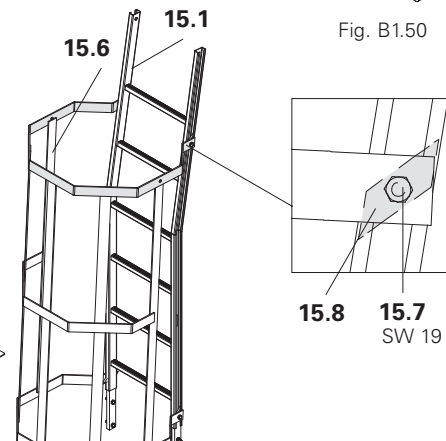

Fig. B1.52
2. Desapertar ligeiramente os parafusos M12 x 25 (15.7) (4x) da placa de fixação (15.8), posicionar a placa de fixação no elemento longitudinal da escada, e apertar os parafusos. (Fig. B1.52)